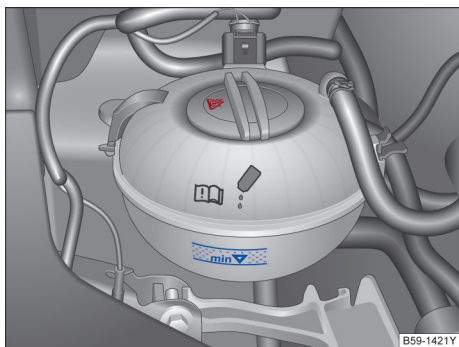

图 228 冷却液补偿容器上的液位标记
- 发动机处于冷态时检查冷却液液位是否处在膨胀罐侧面的标记范围内→图 228。